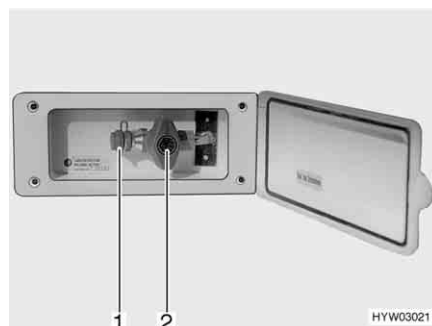

Bild 86 Externer Gasanschluss, Gasabsperrentil geschlossen
Der externe Gasanschluss (Bild 86) befindet sich je nach Modell am Heck oder auf der linken bzw. rechten Fahrzeugseite.
- Externes Gasgerät an der Anschluss-Stelle (Bild 86,1) anschließen.
- Das Gasabsperrentil (Bild 86,2) öffnen.